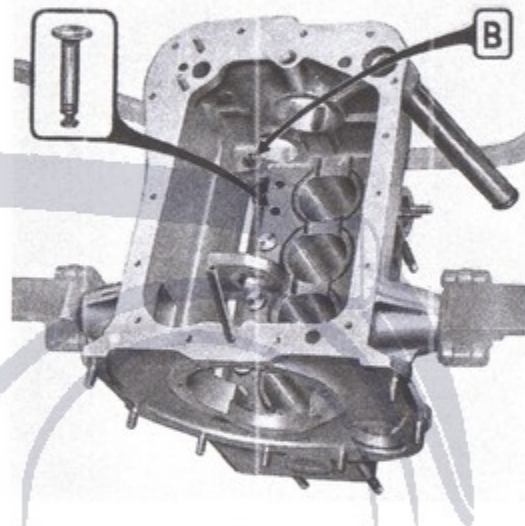

Fig. 20.
- Sfilare le punterie dalla loro sede del gruppo cilindri (fig. 20).